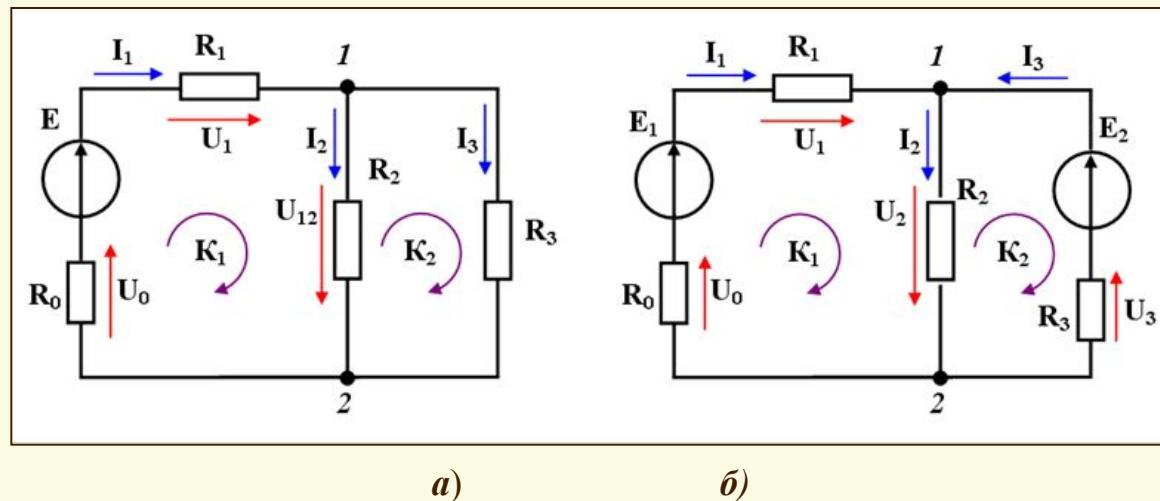

Рис. 4. Схемы замещения разветвленной цепи постоянного тока
**Ветвь** – это участок электрической цепи с последовательно соединенными элементами, через которые протекает один и тот же ток. Ветвь называется *активной*, если она содержит источник электроэнергии, и *пассивной* – если не содержит источника электроэнергии (рис. 4).
**Независимый контур** – замкнутый путь, проходящий по нескольким ветвям и включающий одну новую ветвь при каждом обходе контура. За положительное направление обхода в контуре условно принят обход по часовой стрелке. Контуры обозначаются буквами  $K_1, K_2, \dots$  внутри незамкнутых кольцевых стрелок (см. рис. 4).